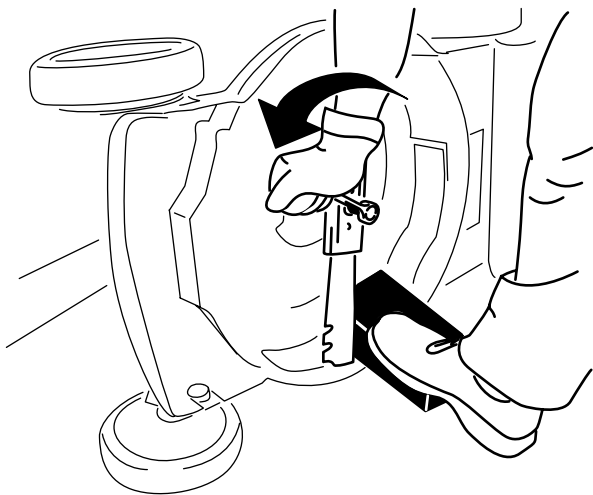

Bild 22
3. Stabilisieren Sie das Messer mit einem Holzblock (Bild 22).
4. Nehmen Sie das Messer ab und bewahren Sie alle Befestigungsschrauben auf (Bild 22).